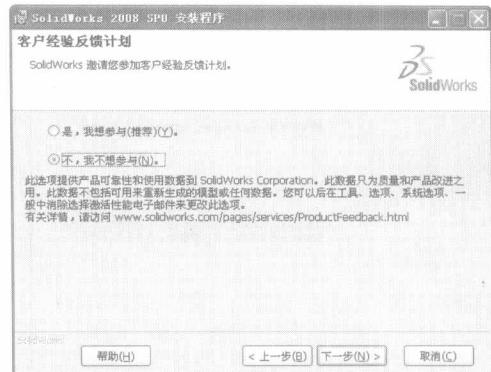

图 1-6 【客户经验反馈计划】对话框
(6) 若不想安装该搜索功能, 选中【否(N)】单选按钮, 单击【下一步(N)>】按钮, 进入【客户经验反馈计划】对话框, 如图 1-6 所示。